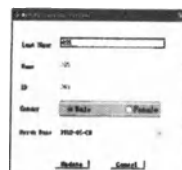

Рис. 10-7: Диалоговое окно для изменения информации о пациенте.
- 1) В ходе исследования или при воспроизведении файла пациента перейти на страницу «Patient Information» (Информация о пациенте). Нажать на кнопку [Modify] (Изменить) (), откроется диалоговое окно, позволяющее изменить информацию о пациенте (Рис. 10-7).